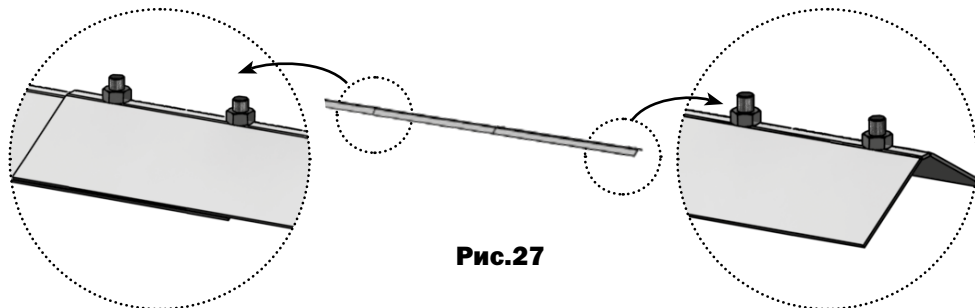

Рис.27
12. Детали конькового профиля стыкуются в длину с установкой резьбового конца винтов наружу (**рис. 27**).